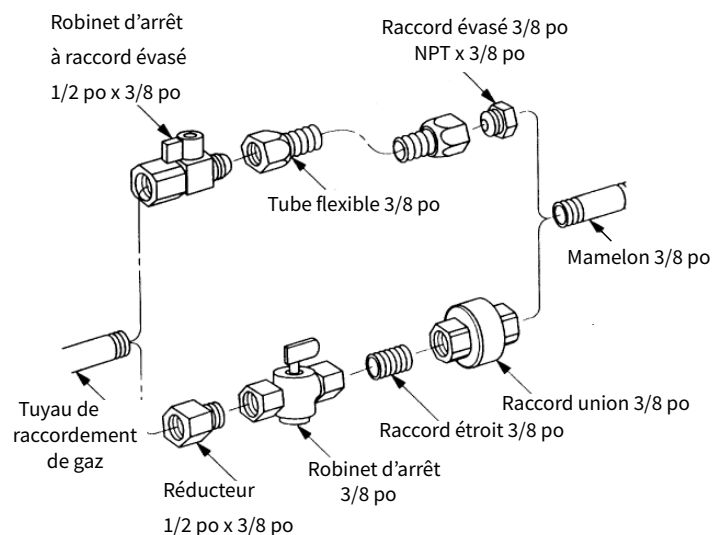

Figure 8.1. Options de raccordement de la ligne d'alimentation en gaz.
- Tous les codes requièrent une vanne d'arrêt de gaz (robinet de gaz) et un raccord, à installer dans la ligne d'alimentation, et dans le même local que l'appareil. Cela permet de déconnecter le poêle pour l'entretien et la maintenance. Voir la figure 8.1.